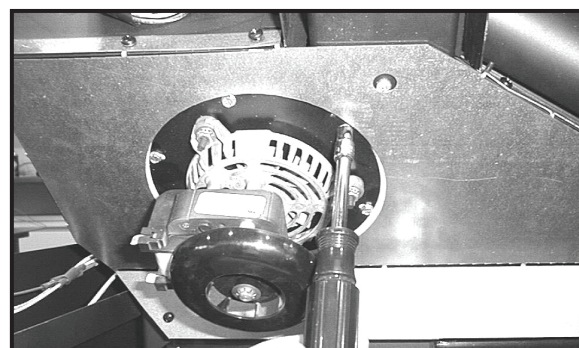

Figure 27.4
- Il y a une plaque amovible sur le ventilateur de tirage. En utilisant une douille d'1/4 po ou un petit tournevis standard d'1/4 po, desserrez les 6 vis dans les ouvertures en forme de trou de serrure, et faites pivoter la plaque. **Figure 27.4.**